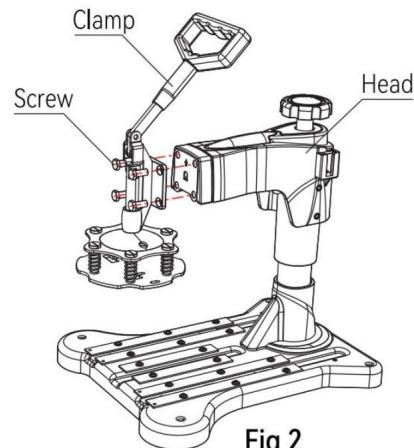

Fig 2
2. Passez les quatre vis à travers le clip rapide et l'adaptateur, puis vissez-les solidement sur la tête de la machine et utilisez une clé pour verrouiller les vis (comme indiqué sur la figure 2).